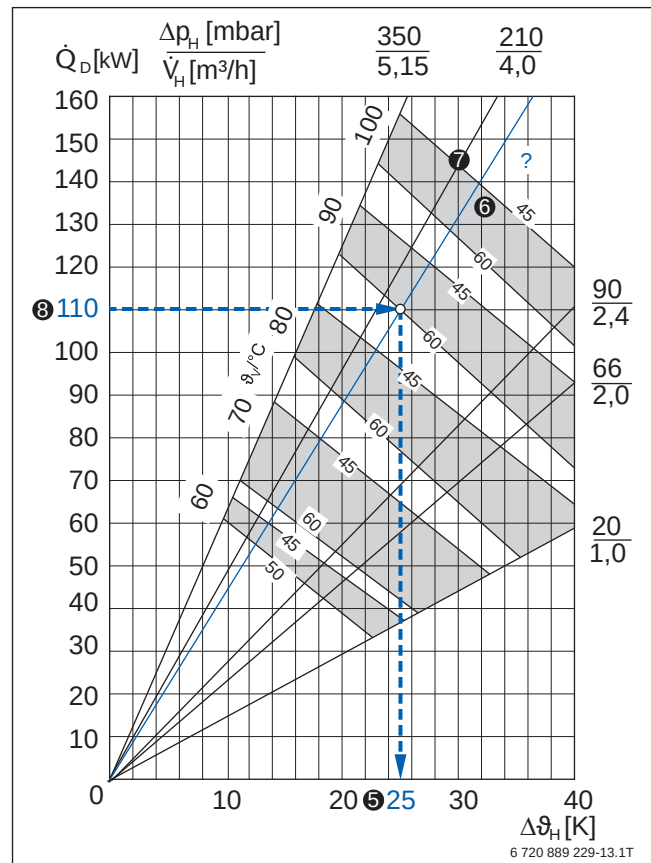

Bild 59 Warmwasser-Dauerleistung Logalux SU1000.5; Beispiel blau hervorgehoben (Vorlage → Bild 72, Seite 97)
Gemäß dem ermittelten Speichereinheit ❸ werden 3 Warmwasserspeicher Logalux SU1000.5 ❹ ausgewählt. Pro Speicher ist eine Dauerleistung von 110 kW gefordert. Aus dem Dauerleistungsdiagramm für Warmwasserspeicher Logalux SU1000.5 ist ausgehend von der Dauerleistung ❸ pro Speicher die heizwasserseitige Temperaturdifferenz (Einheit) = 25 K ❺ ablesbar (→ Bild 59).